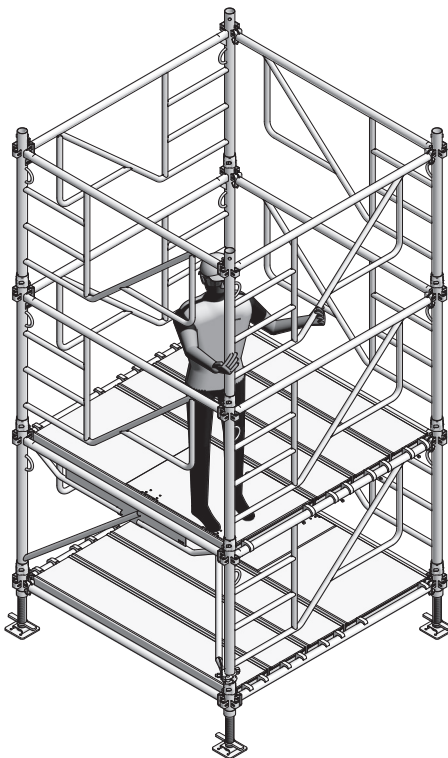

Fig. 12.1
14. Insérer les cadres 100 MT du niveau 3 (Fig.12.1) à partir du niveau 1.